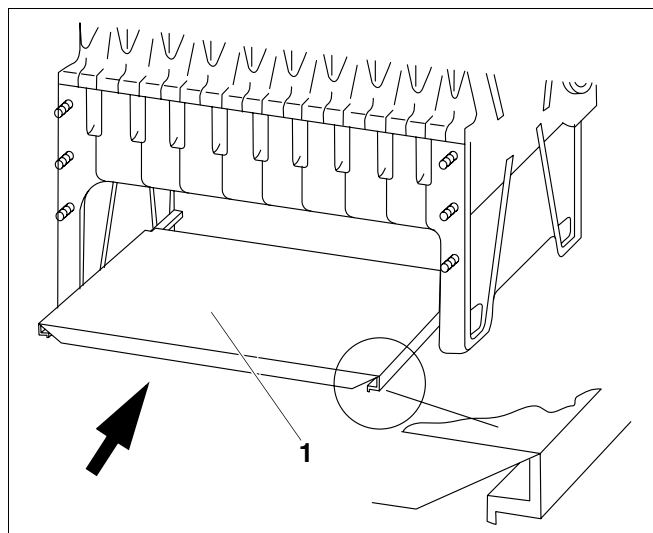

Рис. 39 Вставка нижнего листа
- Задвинуть нижний лист (рис. 39, поз. 1) в топочную камеру, дном вверх.